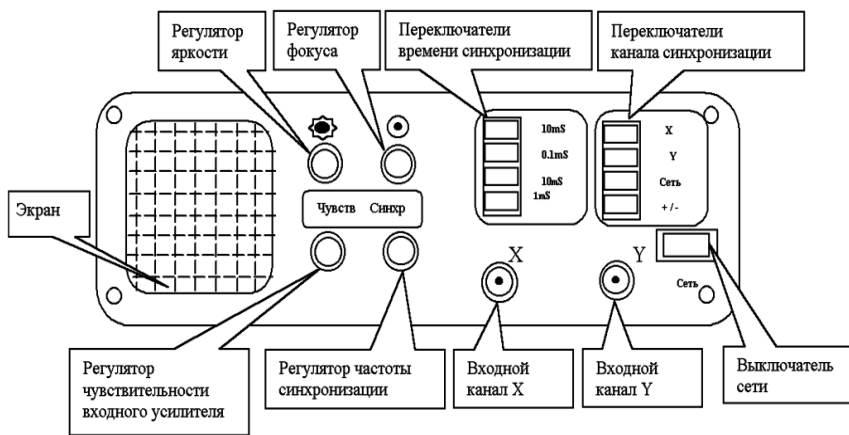
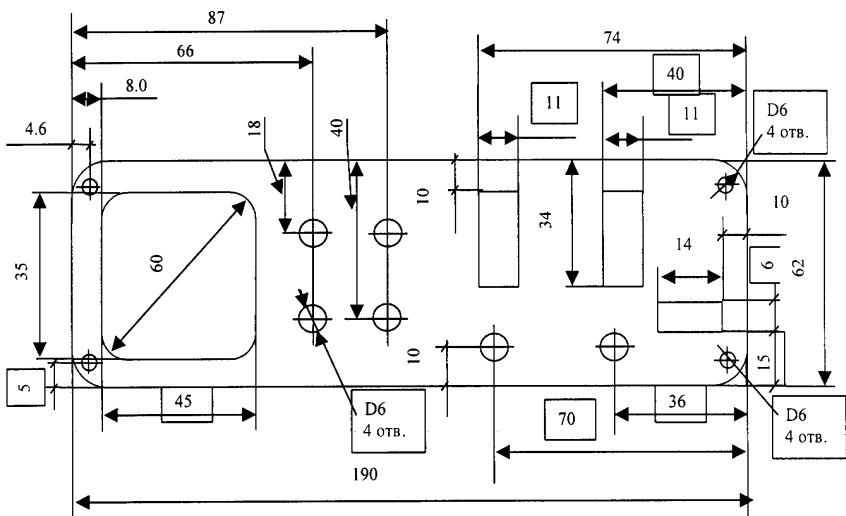

рис. 2
рис. 3
**Конструкция.** На передней панели осциллографа (рис.2) отсутствует регулировка "Размах", "Смещение X", "Смещение Y", "Уровень синхронизации", регуляторы которых вынесены на боковую панель. На рис.3 указаны размеры передней панели, изготовленной из листа алюминия толщиной 5 мм (алюминий можно заменить оргстеклом или клееными пластинами гетинакса). Между экраном трубки и передней панелью устанавливают оргстекло размером 40x50 мм, расчерченное на 7,5 делений по вертикали и на 10 делений по горизонтали).